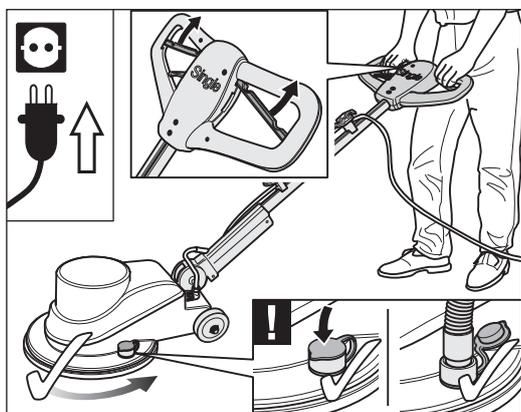

Abb. 12 Die Maschine erst in dieser Stellung einschalten, wenn
- der Absauganschluss nicht mit dem Deckel oder dem Staubsaugerschlauch verschlossen ist (Abb. 12, siehe auch *Abschnitt 4.5, Anschließen eines externen Staubsaugers*)!
Ziehen Sie die beiden Starthebel GLEICHZEITIG und halten Sie den Griff mit beiden Händen fest (Abb. 12). Die Maschine startet.